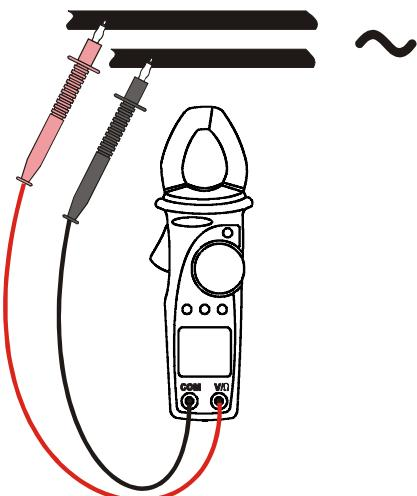

Fig. 6: medida de frecuencia con puntas de pruebas
4. Posicione las puntas de prueba en el punto deseado del circuito en examen (vea la Fig. 6). El valor de frecuencia de la señal presente será mostrada en el visualizador.